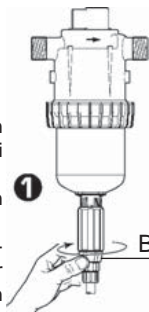

Abb. 12
- Den Blockierring losschrauben (Abb. 12-B).
- Den Blockierring festschrauben (Abb. 12-B)